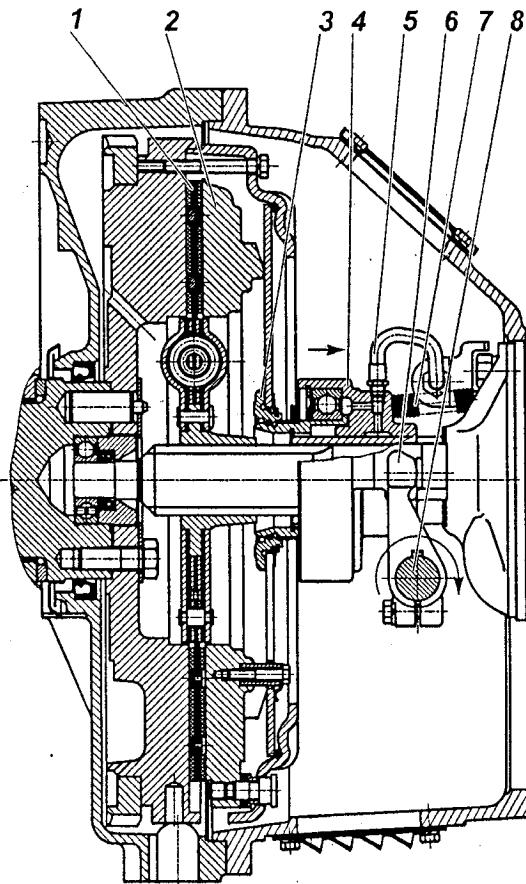
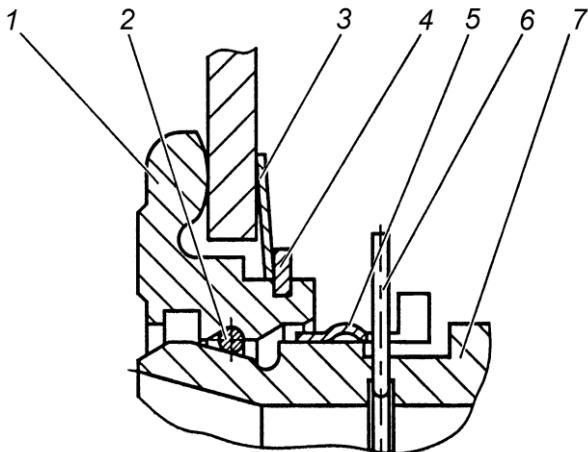

Рис. 106. Сцепление модели ЯМЗ-182:
Рис. 108. Запорное устройство:
Диафрагменное сцепление модели 182 (рис. 106) состоит из ведущих и ведомых частей, а также деталей механизма выключения сцепления, устанавливаемых в картер сцепления.
Механизм выключения сцепления состоит из муфты 4 (рис. 106) с подшипником, вилки 6 и валика 8. Муфта соединена через упорное кольцо 3 с диафрагменной пружиной с помощью запорного устройства.
Оттяжная пружина 7 (рис.106) исключает проворот и осевые перемещения втулки 7 (рис. 108) относительно упорного кольца 1 (рис. 108). По мере износа фрикционных накладок муфта выключения сцепления 4 (рис. 106) перемещается вместе с пружиной в сторону маховика, при этом конструкция привода выключения сцепления автомобиля или другого транспортного средства обеспечивает поворот вилки 6 (рис. 106) по часовой стрелке после выбора зазора между лапками вилки и муфтой за счет периодической регулировки привода или постепенный поворот за счет конструкции гидропривода.
Конструкция запорного устройства показана на рис.108. Она включает в себя упорное кольцо 1, втулку подшипника муфты 7 с фасонной канавкой, пружинное кольцо 2 круглого сечения, а также замковое кольцо 5. Упорное кольцо 1 устанавливается на диафрагменную пружину при сборке нажимного диска с кожухом и удерживается за счет пружинной шайбы 3 и стопорного кольца 4. На рисунке муфта заперта (соединенна) с упорным кольцом. Внутри втулки подшипника муфты 7 установлено предохранительное кольцо 6, имеющее снаружи выступающий ус, препятствующий случайному рассоединению муфты выключения сцепления и упорного кольца 1.
Выключение сцепления обеспечивается поворотом вала по часовой стрелке. Допустимое направление перемещения муфты и поворота вала для выключения сцепления показано на рис. 106 стрелками. Перемещение муфты и поворот вала в обратном направлении не допустимо.
- 5 С помощью специальной оправки сцентрировать кольцо 3 (рис. 106) относительно оси коленчатого вала двигателя.
- 2 Убедиться, что муфта выключения сцепления отведена до упора в крышку подшипника первичного вала коробки передач пружиной 7 рис. 106.
Проверка качества установки сцепления (отсутствие "ведения", контроль величины крутящего момента на валу вилки) осуществляется на неработающем двигателе. Для этого необходимо повернуть вал вилки на угол $9^{\circ}30'...11^{\circ}$ по часовой стрелке, что соответствует перемещению муфты на 11...13 мм от двигателя. При этом выходной вал коробки передач, при включенной передаче, должен вращаться при приложении крутящего момента не более 5 Н·м (0,5 кгс·м). Поворот вала вилки выключения сцепления по часовой стрелке показан на рис. 106.
- 4 Совместить полукруглый паз на муфте выключения сцепления в передней ее части с выступающим усом предохранительного кольца 6 (рис. 108) и, утопив его каким-либо предметом, удерживать в утопленном положении через центральное отверстие муфты выключения сцепления.